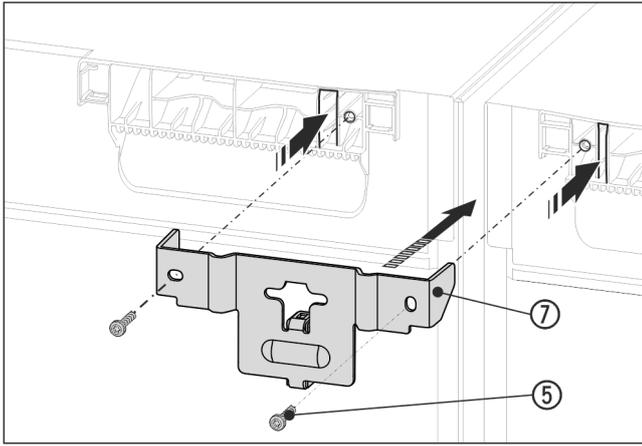

Fig. 13 例图
- ▶ 使用间隔垫片将角 Fig. 13 (7) 推入设备之间，并使用接片将其推入设备盖板中。使用两颗螺栓 Fig. 13 (5) 紧固。